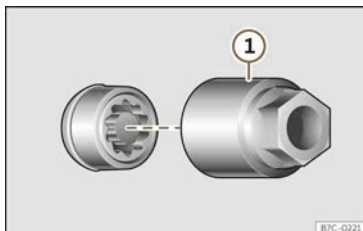

Abb. 252 Diebstahlhemmende Radschraube mit Abdeckkappe und Adapter.
- Setzen Sie den Spezialadapter >>> **(Abb. 252)** ① (Bordwerkzeug >>> S. 358) bis zum Anschlag in die diebstahlhemmende Radschraube ein.